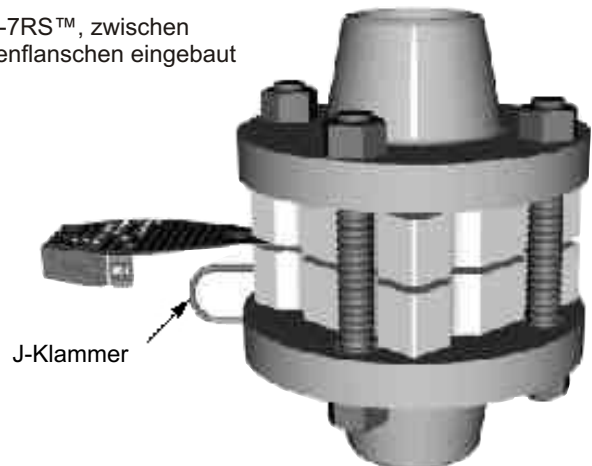

Abbildung 4
Einbau der Berstscheibe S-90™ oder FRS™ in den Sicherheitskopf Quik-Sert™ S90-7R™ (Siehe Abbildung 4)
1. Setzen Sie den Einlassflansch des Sicherheitskopfs wie in Abb.4 gezeigt auf eine Werkbank auf. Die Pfeile für die Durchflussrichtung und die Passsstifte müssen nach oben zeigen.